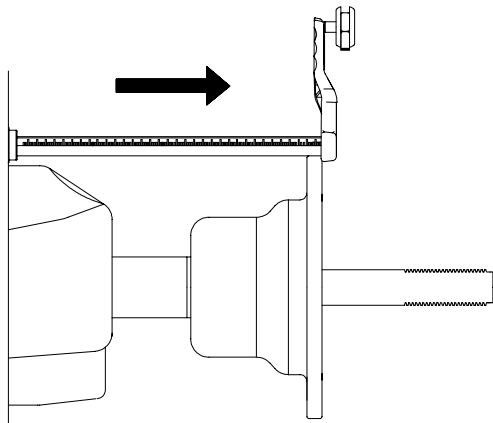

Figure 42
4. Tirer doucement le bras **SAP**E jusqu'à ce qu'il soit entièrement sorti, (Figure 42) puis le maintenir immobile pendant 1 seconde ou jusqu'à ce qu'une sonnerie se déclenche.